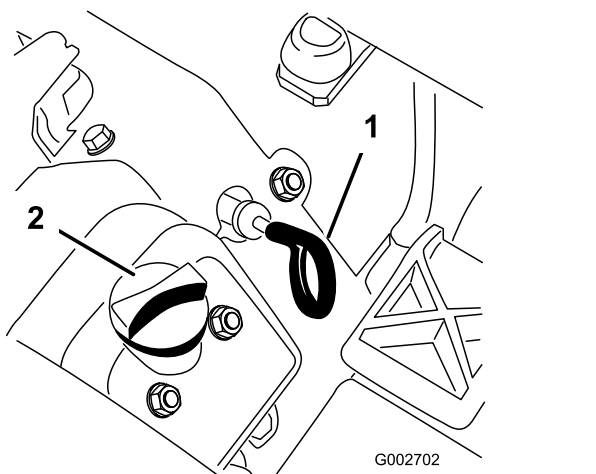

Рисунок 25
3. Выньте масломерный щуп (Рисунок 25) и протрите его чистой ветошью.